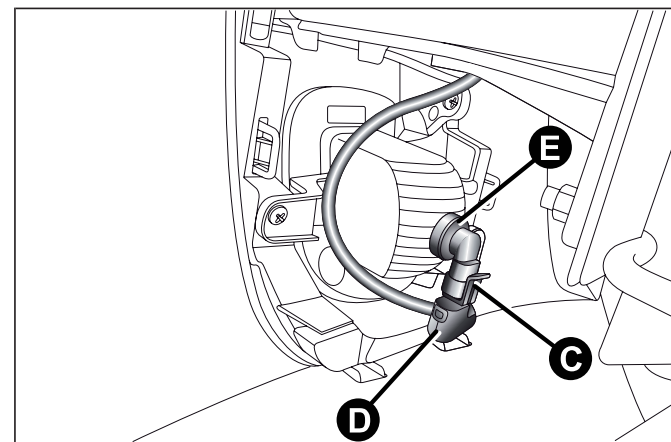

fig. I 34
- agire sulla molletta C e scollegare il connettore elettrico D fig. I 34;